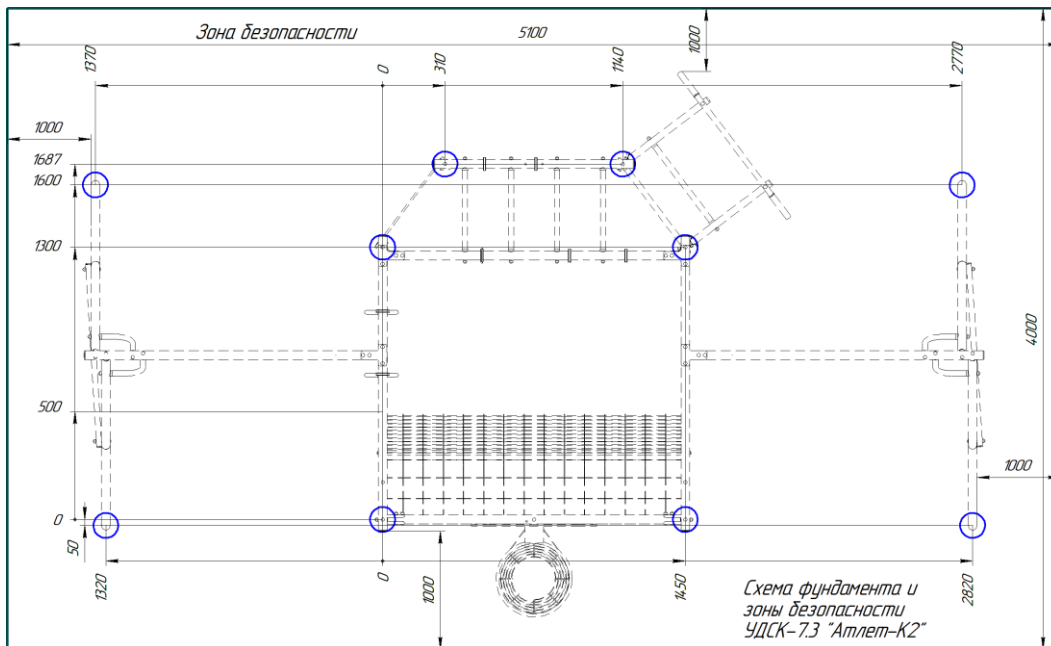
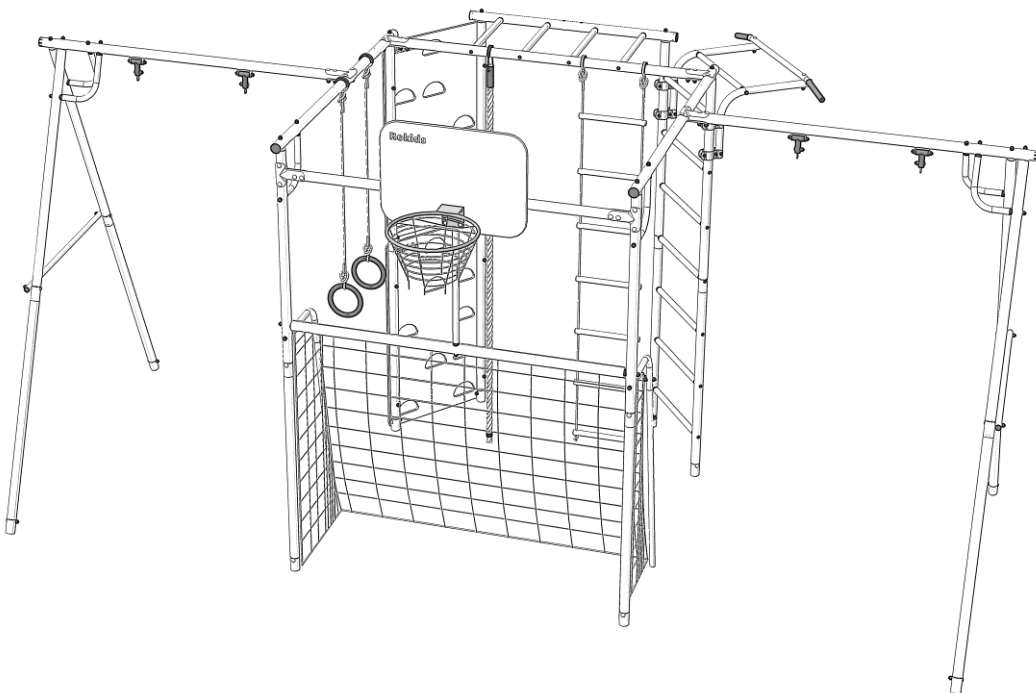

Рис. 11 – Схема для фундамента.
Рис. 1 – УДСК-7.3 «Атлет-К2»
3.1. КОМПЛЕКС представляет собой сборно-разборную каркасную конструкцию из металлических труб (Рис.1), забетонированную в землю согласно схеме (Рис.11.)